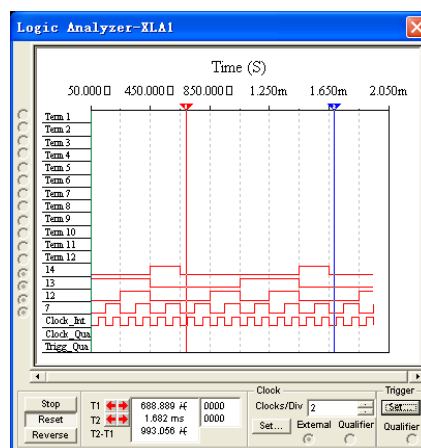

图 9.4 波形显示
- (3) 双击逻辑分析仪图标，屏幕上弹出显示面板，如图 9.4 所示。仿真后可得到计数器的时钟波形和输出波形。
分析图 9.4 中的波形图可知，图 9.1 所示电路为十进制计数器。